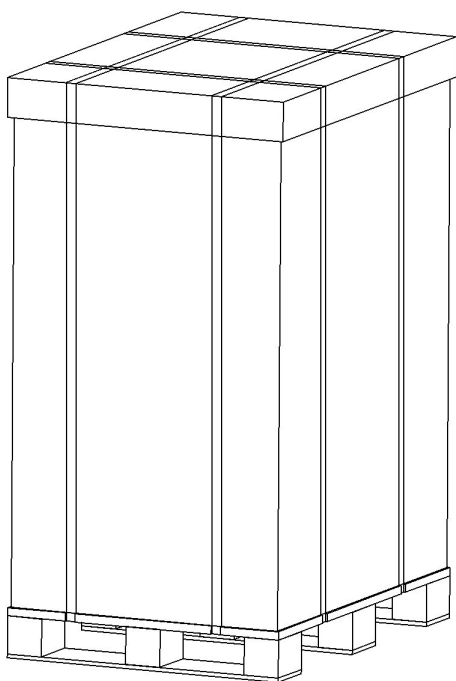

Figure 3-2
1. Tenir fermement la plaque coulissante. Couper, puis enlever les liens de cerclage (Figure 3-2).